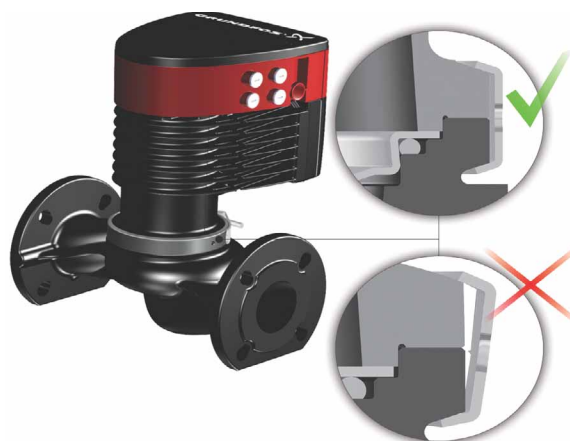

Рис. 18 Закрепление головной части насоса на корпусе
3. Убедитесь в том, что поверхность корпуса насоса и поверхность головной части соприкасаются, затем затяните скобу. См. рис. 18.
*Перед затяжкой стяжной скобы еще раз проверьте ее положение. Неправильное положение скобы приведет к протечкам насоса и повреждению гидравлических деталей его головной части. См. рис. 18.*